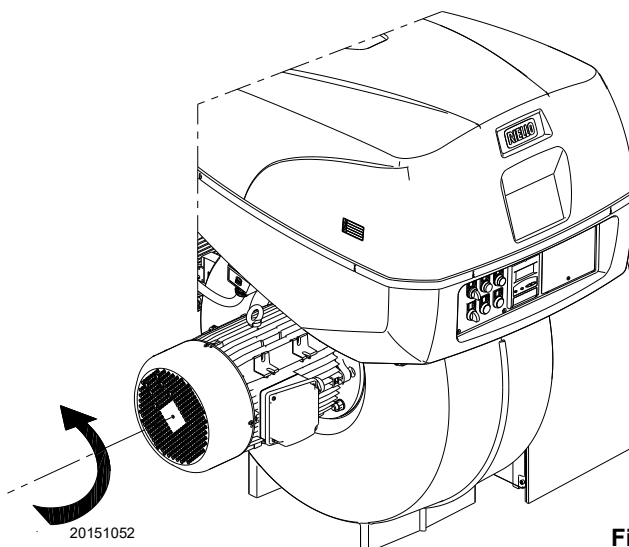

Fig. 47
Quand le brûleur démarre, contrôler le sens de rotation du moteur, comme indiqué dans la Fig. 47.
- Mettre l'interrupteur de la Fig. 47 sur « OFF » et attendre que la boîte de contrôle active la phase d'arrêt.
L'arrivée du gaz au manchon est mise en évidence par le manomètre en U (Fig. 47).